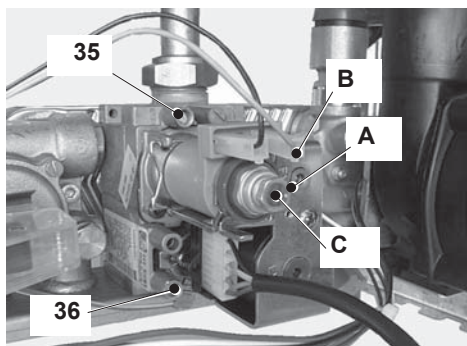

Рисунок 7.1
- Ослабьте внутренние болты 35 (рисунок 7.1) на выходной контрольной точке газового клапана и подсоедините дат-
- Отключите модулирующую газовую катушку, отсоединив электрический контакт В (рисунок 7.1).